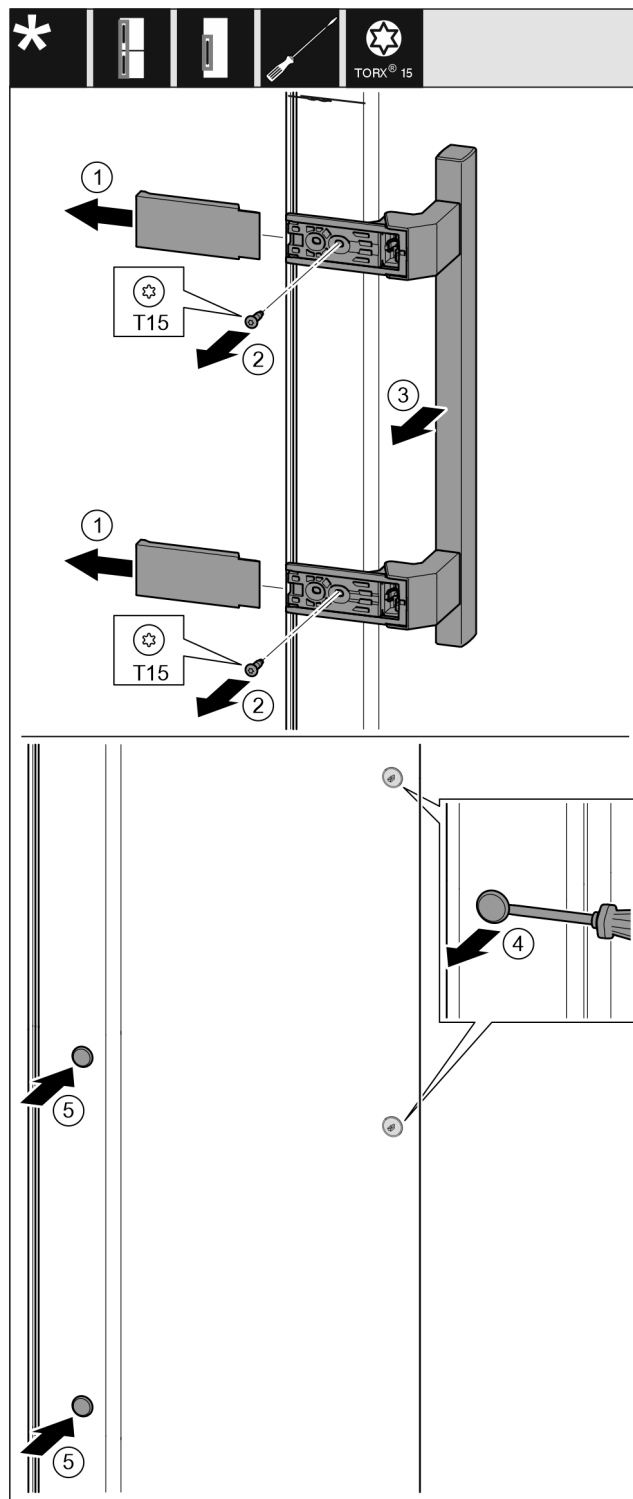

Fig. 19
- Vedä suojus irti. Fig. 19 (1)
- Kierrä ruuvit ulos Torx 15 -ruuvimeisselillä. Fig. 19 (2)
- Ota kahva pois. Fig. 19 (3)
- Nosta sivulla olevia tulppia varovaisesti uraruuvimeisselillä ja vedä irti. Fig. 19 (4)
- Aseta tulpat uudelleen toiselle puolelle. Fig. 19 (5)